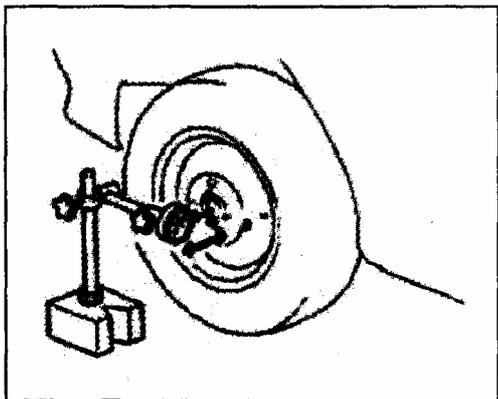

Рис. 501
3) Проверьте износ подшипника колеса. Для проверки осевого зазора, снимите колесо и проверьте зазор при помощи измерительного инструмента (Рис. 501).